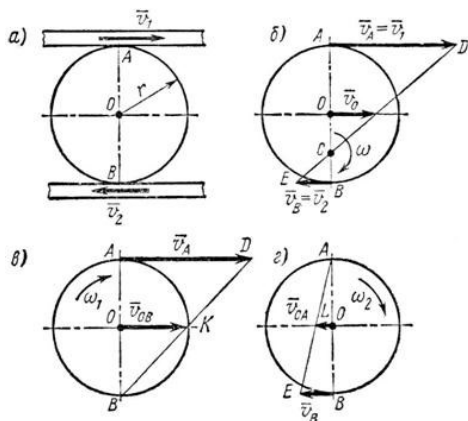

Рисунок 1
1. Две параллельные рейки (рис. 1, а) движутся в противоположные стороны с постоянными скоростями  $V_1 = 8$  м/с и  $V_2 = 2$  м/с. Между рейками зажат диск радиусом  $r = 0,5$  м, катящийся по рейкам без скольжения.